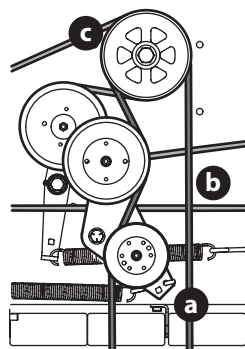

Fig. 49
3. En utilisant une clé de 1/2 po dans le support de la poulie de tension (a), tournez la clé vers la droite de la tondeuse et faites glisser la courroie de PDF (b) hors de la poulie de PDF (c) (Fig. 49).